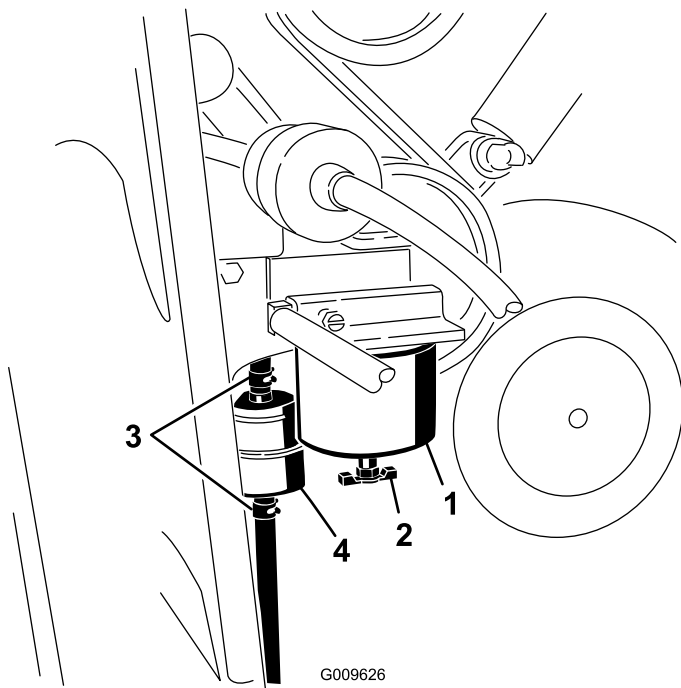

Bild 36
- Ermitteln Sie den Kraftstofffilter an der rechten Seite des Motors (Bild 36) und stellen Sie einen sauberen Behälter unter den Filter.
1. Ermitteln Sie die Kraftstofffilter an der rechten Seite des Motors (Bild 36) und stellen Sie einen sauberen Behälter unter den Filter.
2. Reinigen Sie den Anbaubereich der Filterglocke (Bild 36).
3. Entfernen Sie die Filterglocke und reinigen die Kontaktfläche (Bild 36).
5. Drehen Sie die Filterglocke per Hand, bis die Dichtung die Kontaktfläche berührt. Ziehen Sie sie dann um eine weitere 1/2 Umdrehung fester (Bild 36).
6. Ermitteln Sie den Inlinefilter hinter der Kraftstofffilterglocke (Bild 36) und achten Sie auf die Richtung des Flusspfeils an der Seite des Inlinefilters.
7. Öffnen Sie die Klemmen an jedem Ende des Inlinefilters und schieben Sie die Schläuche herunter (Bild 36). Werfen Sie den Filter weg.
8. Schieben Sie die Schläuche auf das Ende des neuen Filters (Bild 36), stellen Sie sicher, dass der Pfeil am Filter in dieselbe Richtung wie am alten Filter zeigt.